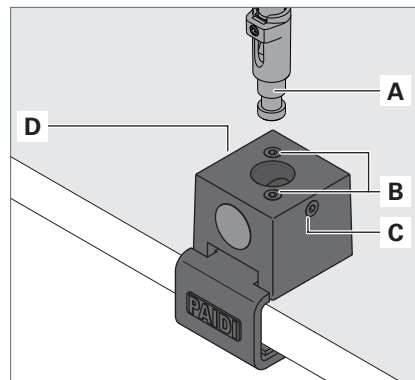

Fig. 1: Armatuur monteren op horizontaal montageoppervlak.
- ▶ Fixeer de tafelklem met de schroeven **B** aan het montageoppervlak, zie Fig. 1.